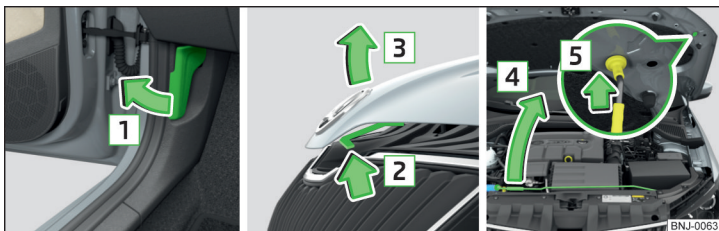

Bild 165 Öppna motorhuven
- Dra låshandtaget under instrumentbrädan i pilens riktning **1** » bild 165.
Lyft aldrig upp motorhuven från låshandtaget » bild 165.